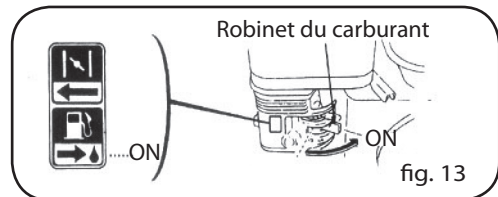

fig. 13
- Mettre le robinet du carburant sur la position "ON" (ouvert) (Fig. 13).